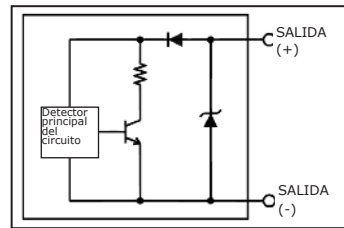

Fig. 1
*6: Si no se aplica corriente de entrada, se emite una alarma. La fig. 1 muestra un circuito de alarma interna.